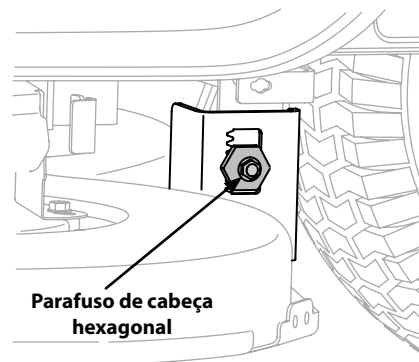

Figura 4-6
3. Afrouxe, mas NÃO remova, o parafuso sextavado no ponto de ancoragem esquerdo do deck. Veja Figura 4-6.